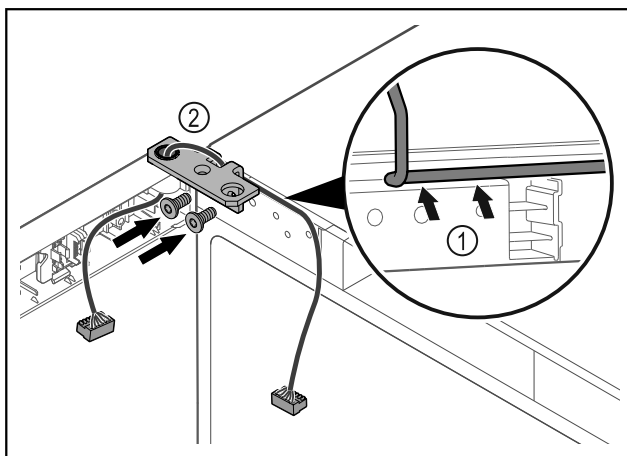

Fig. 63
- ▶ Prevlečte kábel cez vybranie uholníka závesu a opatrne ho položte Fig. 63 (1).
- ▶ Naskrutkujte uholník závesu Fig. 63 (2).